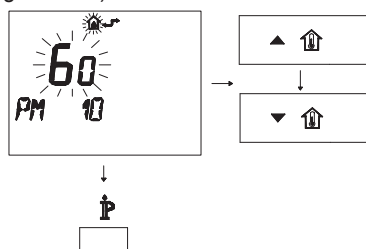

Figura 5.66
- Per modificare il SET programmato agire sui pulsanti ▲ ↑ o ▼ ↑ e aspettare che il numero programmato cominci a lampeggiare (Figura 5.66).